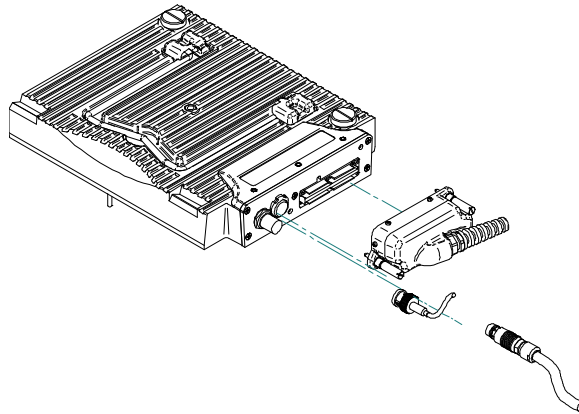

Рис. L-2 Разъемы VTМ-модуля
1. Совместите контакты разъема вихретокового матричного преобразователя с разъемом EC ARRAY модуля (см. Рис. L-2 на стр. 183).